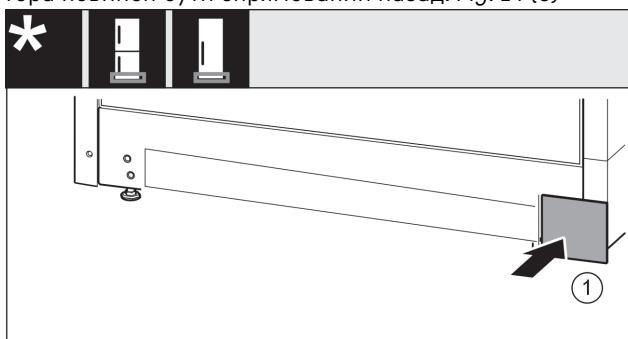

Fig. 15
- Знову одягнути кришку з іншого боку. Fig. 15 (1)